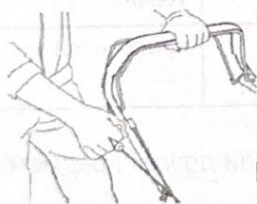

Рис. 11
- Потяните тормозную рукоятку к ручке и удерживайте ее в таком положении при запуске двигателя. Держите ее сжатой во время работы (рис. 11).
- Потяните тормозной рычаг к рукоятке управления и потяните ручку ручного запуска для того, чтобы запустить двигатель (рис.11)